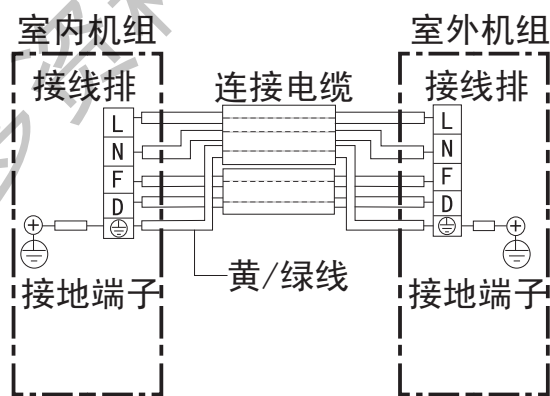

图13室内外电气连接图
(1) 用附件 ⑧ 及 ⑩ 连接电缆按接线图示要求正确地连接室内外机组，绝对不可连接错误（如图13）
(2) 连接电缆必须用室内外机组上的电线压板压紧。
- 接地线必须根据图13所示用连接电缆中黄/绿色导线接带有“⊕”标记的接线端子上。